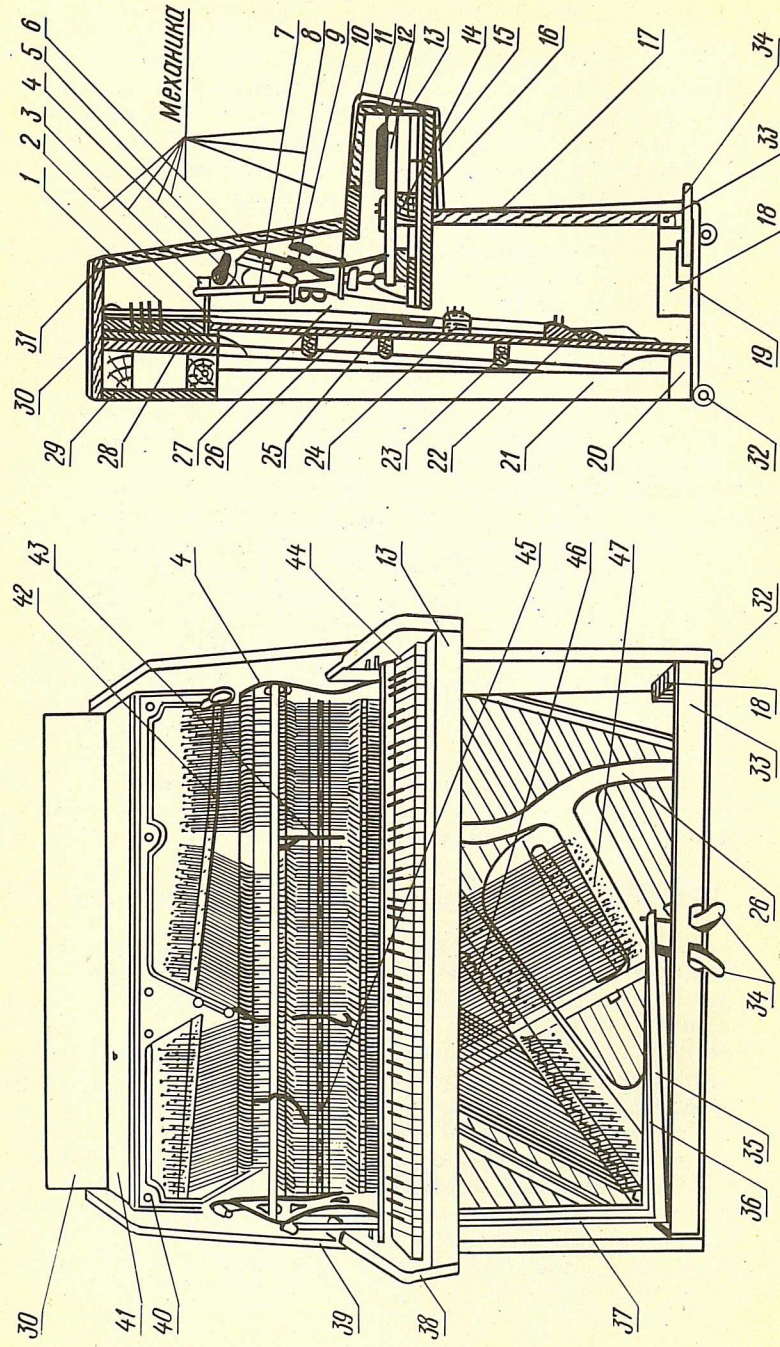

Рис. 1. Пианино "Беларусь".
3.8. Не реже одного раза в год удалять пыль из инструмента с помощью щетки и пылесоса. Для этого необходимо открыть верхнюю крышку 30 (рис. 1), отвернуть задвижки на внутренней стороне верхней рамы 31 и поднять ее.